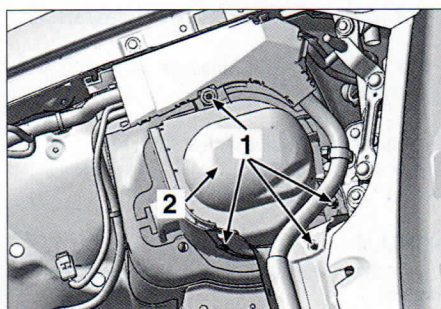

FIG. 7
- Separar la rejilla de salpicadero de los embellecedores de parabrisas (3).
- desengrapar la rejilla (4) en (A) y desmontarla (4).
- Desmontar las fijaciones (1) y la tapa (2) (**fig. 7**).